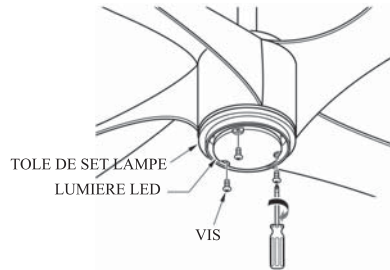

FIG.20
5. Revissez les 3 vis retirées précédemment et fixez solidement le kit d'éclairage. (Voir Fig. 20)